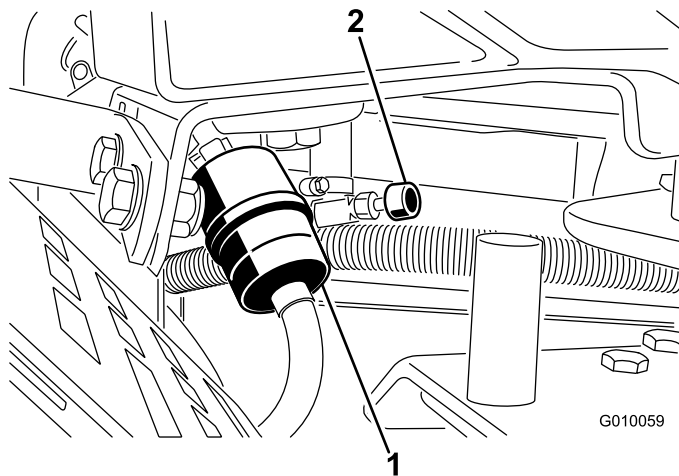

Figura 51
2. Chiudete la valvola di intercettazione del carburante (Figura 51).
3. Premete le estremità delle fascette stringitubo ed allontanatele dal filtro (Figura 51).
5. Montate un nuovo filtro ed avvicinate le fascette stringitubo al filtro (Figura 51).
7. Aprite la valvola di intercettazione del carburante (Figura 51).
3. Allentate la fascetta stringitubo e spostatela in alto sul tubo del carburante, lontano dal filtro del carburante (Figura 51).
4. Togliete i tubi del carburante dal filtro (Figura 51). Aprite la valvola d'intercettazione del carburante e lasciate fuoriuscire la benzina in una tanica o bacinella di spurgo.
5. Collegate il tubo del carburante al filtro del carburante. Infilate la fascetta vicino al filtro del carburante, per fissare il tubo del carburante (Figura 51).